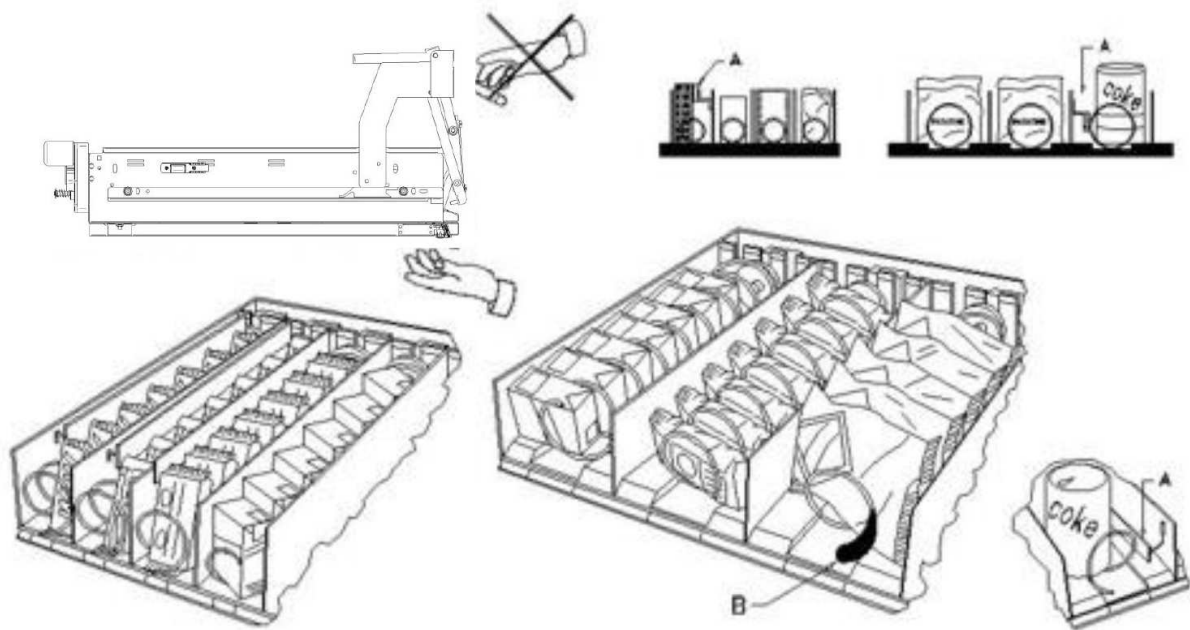

Abb. 3
8.2 TRENnwÄNDE FÜR PRODUKTE IN DEN SCHUBLADEN (Abb. 3)
8.3 AUSSTOßER FÜR PRODUKTE (Abb. 3)